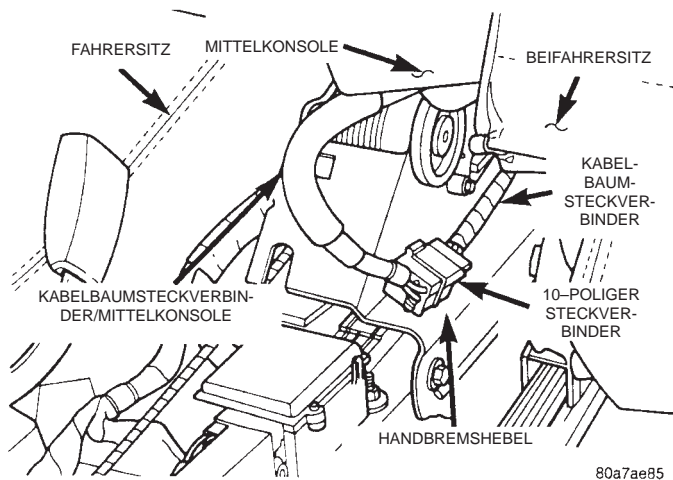

Abb. 124 Kabelbaumsteckverbinder/Konsole
(5) Den Handbremshebel bis zu einem Winkel von etwa 45° anheben, um den für den Ausbau der Mittelkonsole nötigen Spielraum zu erhalten.
(6) Den hinteren Teil der Mittelkonsole so weit anheben, bis der Kabelbaumsteckverbinder der Mittelkonsole zugänglich ist (Abb. 124). Den Kabelbaumsteckverbinder der Mittelkonsole vom 10-poligen Kabelbaumsteckverbinder des Fahrzeugs abziehen (Abb. 124).
(7) Mittelkonsole aus dem Fahrzeug herausnehmen.
(8) Handbremshebel absenken.
(6) Den Handbremshebel aus der gelösten Stellung heraus einmal ganz anziehen und dann wieder in die gelöste Stellung zurückführen. Dadurch werden die Feststellbremsenseilzüge in die korrekte Lage gebracht und richtig gespannt.
(7) Hinterräder des Fahrzeugs mit Handbremshebel in der Ausgangsstellung (gelöst) prüfen. Sie sollten frei drehbar sein ohne zu schleifen.
(8) Den Handbremshebel bis zu einem Winkel von etwa 45° anheben. Dies ist erforderlich, um den für den Einbau der Mittelkonsole benötigten Spielraum zu erhalten.
(9) Mittelkonsole wieder in das Fahrzeug einsetzen.
(10) Den Kabelbaumsteckverbinder für die Mittelkonsole wieder auf den Kabelbaum des Fahrzeugs aufstecken (Abb. 124).